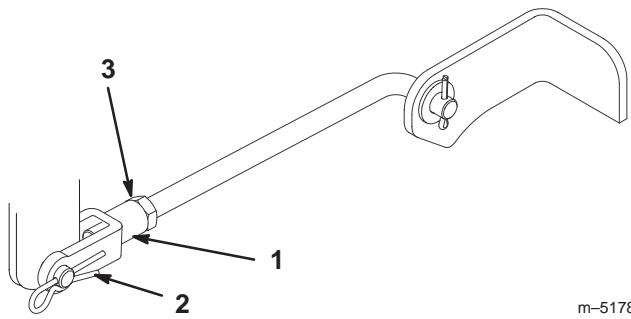

Figure 42
- Pour régler l'inclinaison avant/arrière des lames, enlevez la goupille fendue des chapes des tourillons avant et desserrez les contre-écrous (Fig. 42).
- Tournez les chapes sur les tourillons pour modifier le réglage (Fig. 42). Serrez les chapes (raccourcissez les tourillons) pour relever l'avant du plateau et desserrez-les (allongez les tourillons) pour abaisser l'avant du plateau.